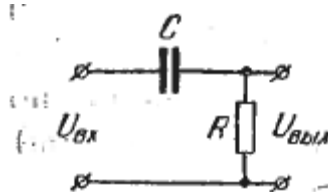

Рис. 3 Схема к задаче 5.
1. Найти передаточную функцию и дифференциальное уравнение пассивной электрической цепи (рис. 3) относительно напряжений  $u_1$  и  $u_2$ .
5. Построить амплитудно-фазовую характеристику цепи RC, представленной на рис. 3.  $R = 1$  ком,  $C = 10$  мкф.